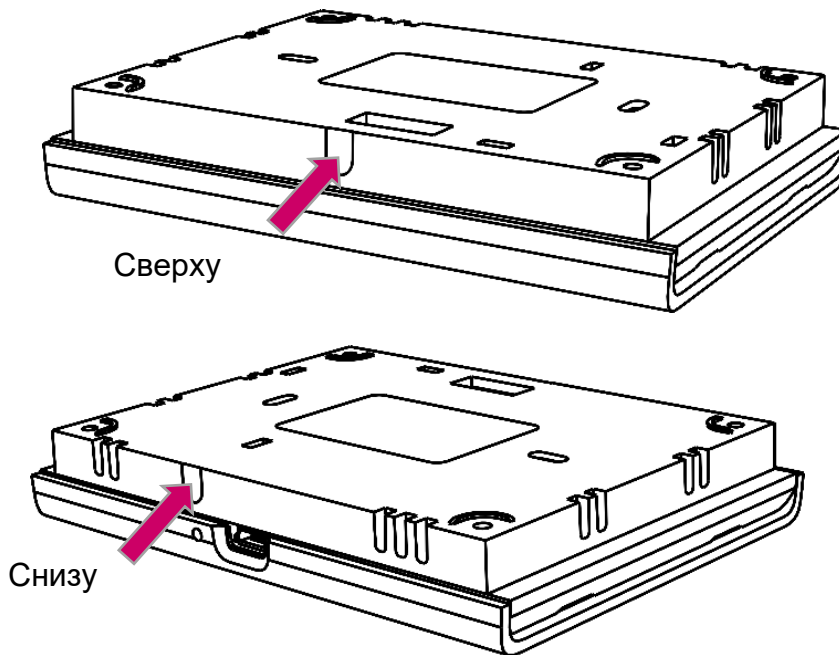

Рисунок 4 - Место для отверстия при внешней прокладке кабеля
2.5 При внешней прокладке кабеля, просверлите отверстие диаметром 5 мм в корпусе устройства в месте ввода кабеля сверху, или снизу (Рисунок 4).